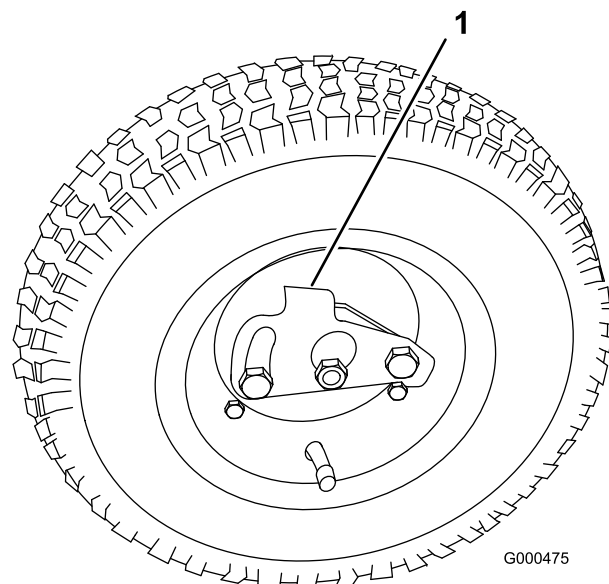

図 7
5. 車輪を車軸にはめ込む (図 7)。
6. ロッキング・クリップを開き、タイヤを更に奥に押し込む (図 7)。